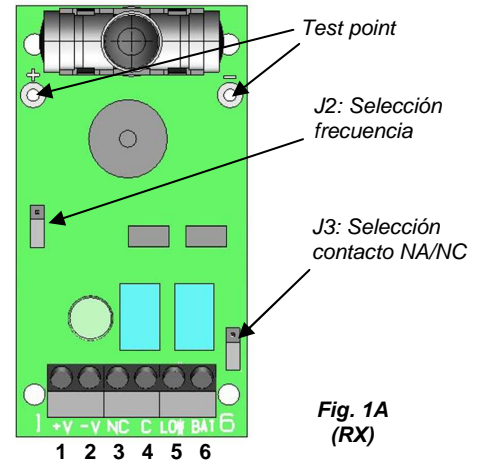

Fig. 1A
- Seleccione la misma frecuencia de funcionamiento en el receptor y en el transmisor mediante los puentes correspondientes (J2, Fig. 1A y 1B).
- Mida con un voltímetro, establecido para la medición de tensión alterna, el valor presente en los *test-points* del receptor (Fig. 1A). Este valor varía en función de varios parámetros, como la distancia entre las fotocélulas. Cuanto mayor es la tensión en el *test-point*, mejor es la alineación. La medida ideal debe estar comprendida entre 0,5 y 0,6 VAC.